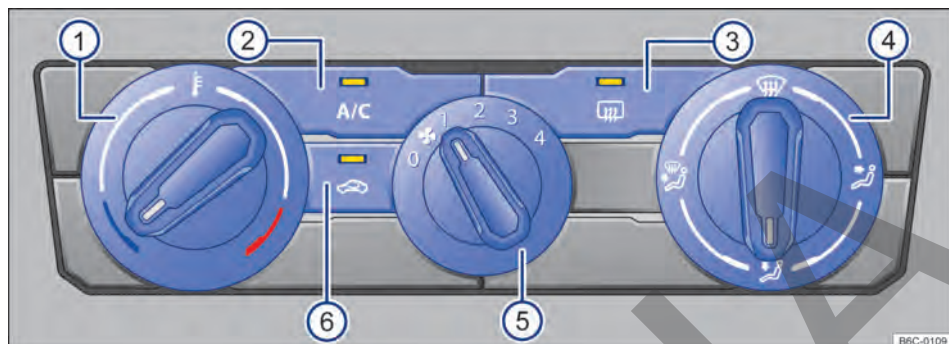

Fig. 82 Comandos del aire acondicionado.
- *Aire acondicionado*: girar el regulador del ventilador al nivel 0 → fig. 82 (5).
- *Aire acondicionado*: girar el regulador giratorio izquierdo → fig. 82 (1).
- *Aire acondicionado*: girar el regulador del ventilador → fig. 82 .
- *Aire acondicionado*: girar el regulador de la derecha → fig. 82  a la posición deseada.
- *Aire acondicionado*: girar el regulador derecho a la posición  → fig. 82 .